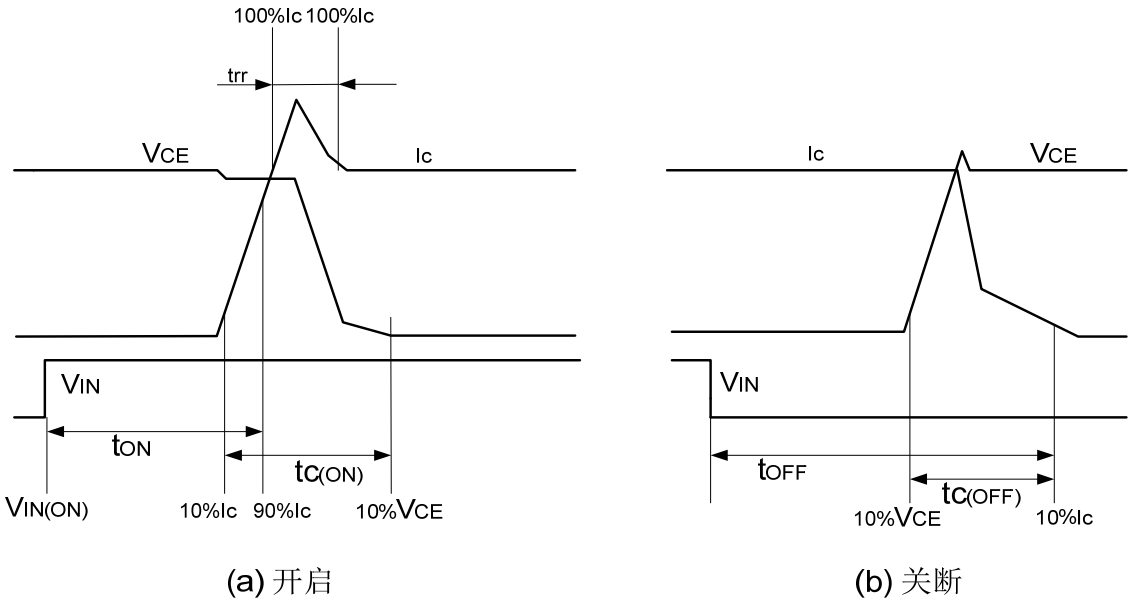

图 4：开关时间定义
备注 2: tON 和 tOFF 包括驱动 IC 内部传输延迟时间。tC(ON) 和 tC(OFF) 是 IGBT 自身被内部给定门极驱动条件下的开关时间。详见图 4。